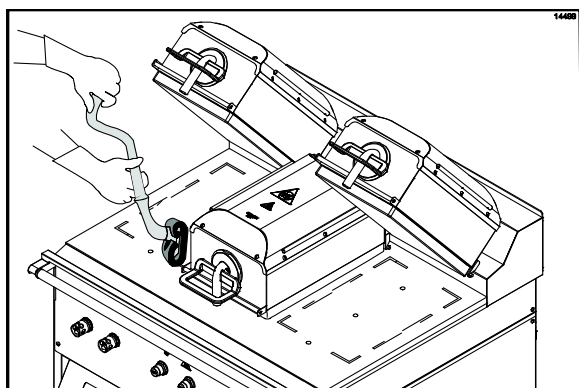

Рисунок 38
20. Нанесите моющий раствор для гриля не обе стороны верхней центральной плиты. (См. рис. 38)